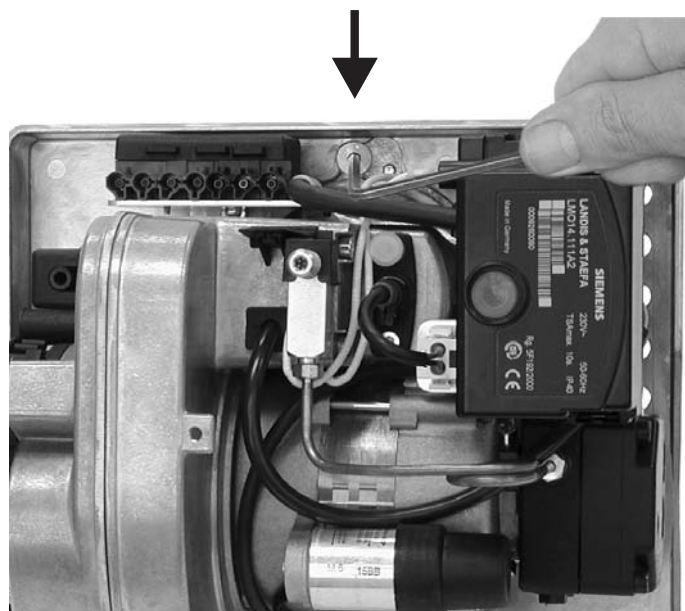

Abbildung 8 / Figure 8
- Serviceschraube lösen (siehe Abb. 8) und den Flansch mit Brennerrohr abnehmen.
Die Serviceschraube mit Innensechskant-Schlüssel 4 mm 1/2 Umdrehung lösen (siehe Abb. 8), den Brenner nach links verdrehen und aus dem Brennerrohr herausziehen. Anschließend in die Serviceposition einhängen.
Loosen the service screw by 1/2 turn using a 4 mm hexagon socket wrench (see fig. 8). Turn the burner to the left and remove it from the burner pipe. After that, replace it in the desired service position.